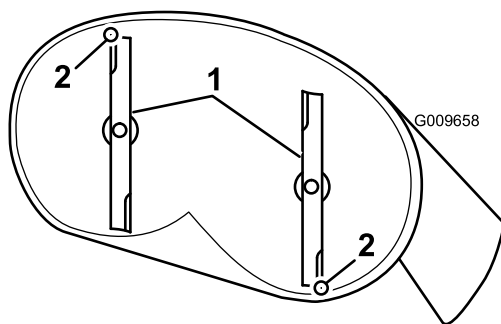
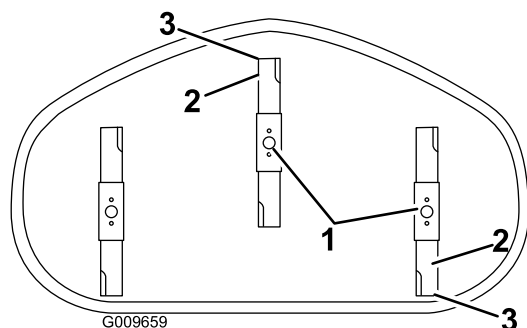

Figure 65
Figure 66
4. Faites pivoter les lames avec précaution pour faire passer les pointes avant à l'arrière (Figure 65 et Figure 66).
5. Mesurez la distance entre la pointe de la lame avant et la pointe de la lame arrière par rapport à la surface plane (Figure 65 et Figure 66).
9. Une fois le réglage effectué, vérifiez à nouveau l'inclinaison avant/arrière des lames ; continuez d'ajuster l'écrou jusqu'à ce que la pointe avant de la lame soit de 1,6 à 8 mm plus bas de la pointe arrière (Figure 65 et Figure 66).